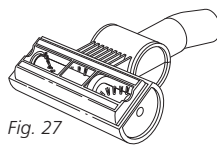

Fig. 27
- 3 Retournez la brosse turbo à l'envers pour inspecter la brosse rotative et, avec des ciseaux, coupez toute accumulation de poils ou de ficelle enroulée autour des soies de la brosse. (Fig. 27)